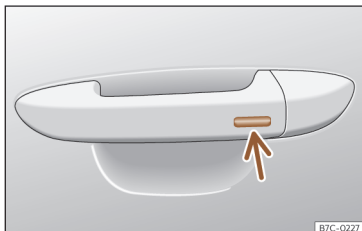

Fig. 86 Manípulo da porta: superfície sensora.
- Mantenha um dedo durante alguns segundos sobre a superfície sensora de bloqueio >>> **Fig. 86** (seta) do manípulo da porta para fechar o teto. Se deixar de tocar na superfície sensora, interrompe a função de fecho.